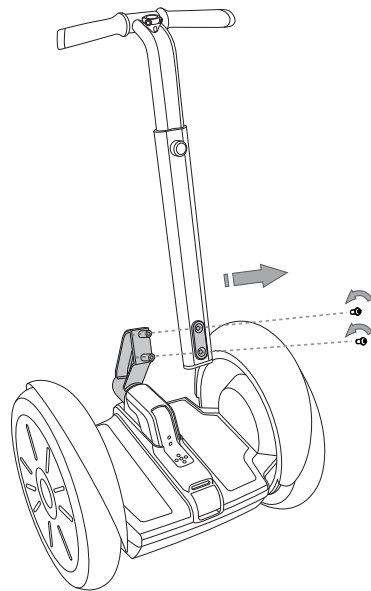

图 64：卸下 LeanSteer 车架螺丝
2. 在对 LeanSteer 车架进行支撑的同时，使用一把 5 mm 六角扳手，卸下用于将 LeanSteer 车架固定到杆的两颗螺丝（参见图 64）。